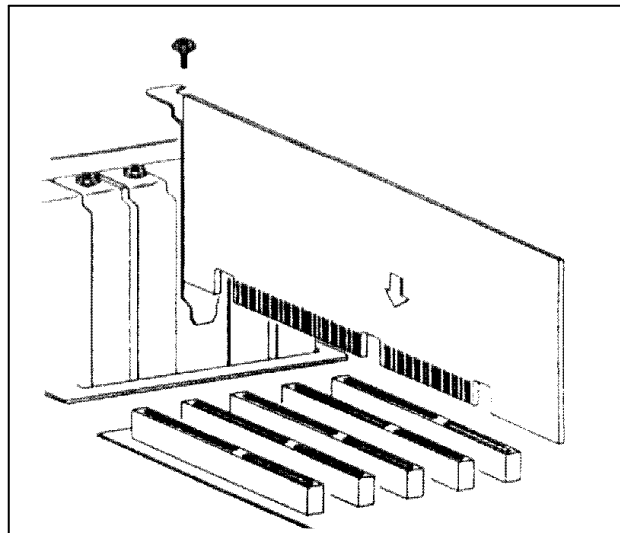

Figure 2
- ◆ Insérez la carte dans l'emplacement choisi. Veillez à bien l'aligner sur le connecteur ISA avant de l'enfoncer (Voir figure 2) .